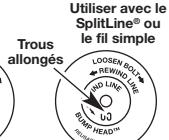

Fig. 28
**REMARQUE :** le SplitLineMC peut être utilisé seulement avec le moulinet intérieur à trous allongés. Le fil simple peut être utilisé avec les deux sortes de moulinet intérieur. Identifiez votre type de moulinet en vous référant à la Figure 28.